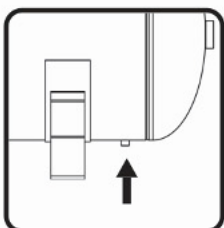

FIGURA 12
7.9 – Abra a válvula purgadora/dreno para o esvaziamento total do reservatório e feche-a em seguida. (Figura 12). Neste procedimento poderá haver liberação de condensado acumulado no reservatório. Ver item 9 - Recomendação Ambiental.